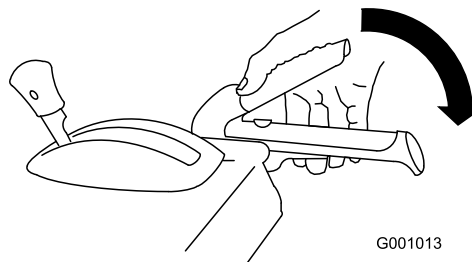

Figura 29
1. Per innestare la trazione alla coclea/ventola, premete la leva destra (coclea/ventola) contro l'impugnatura (Figura 29).